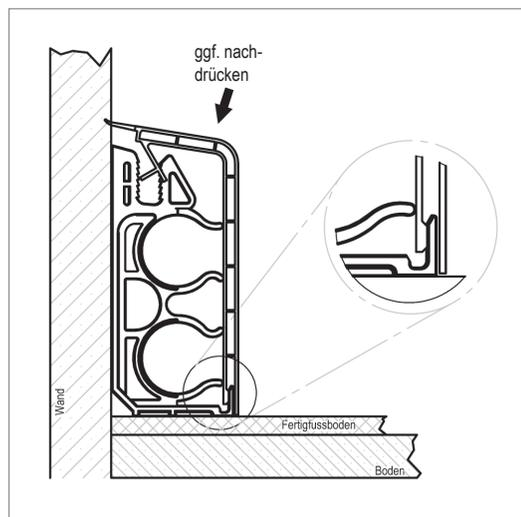

Abb. 20: Endposition
- Starke Wandunebenheiten kann die Dichtlippe durch Nachrasten der Leiste (starker vertikaler Druck) in der Befestigungsschelle ausgleichen (Abb. 20). Für normale Installationen ist eine Rastung im oberen Bereich ausreichend!